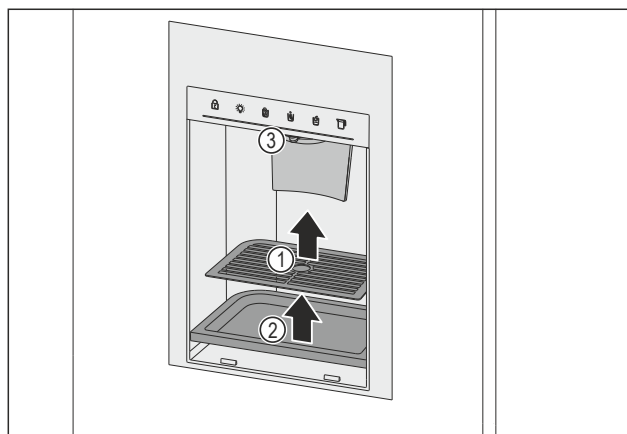

Fig. 163 Виймання решітки для крапель і піддону для крапель
- ▶ Вийміть решітку для крапель Fig. 163 (1).
- ▶ Вийміть піддон для крапель Fig. 163 (2).
- ▶ Очистьте випускний отвір Fig. 163 (3) і його оточення м'якою, чистою серветкою, теплою водою і невеликою кількістю мийного засобу.